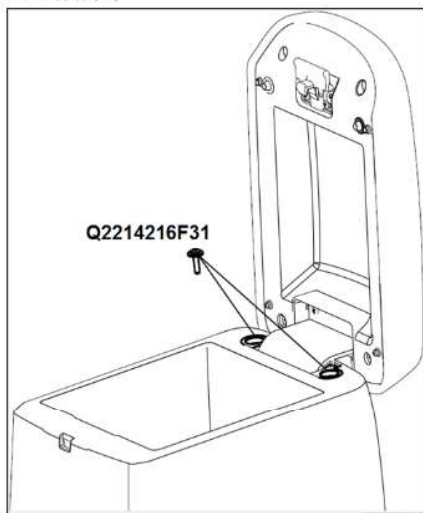

图 1.6.19 副仪表板扶手组件的拆卸
- (1) 开启扶手组件至直立状态，用十字螺丝刀依次松开固定扶手组件的两个螺钉(Q2214216F31十字槽盘头自攻螺钉和大垫圈组合件)，将扶手组件整体取下。如图1.6.19所示；